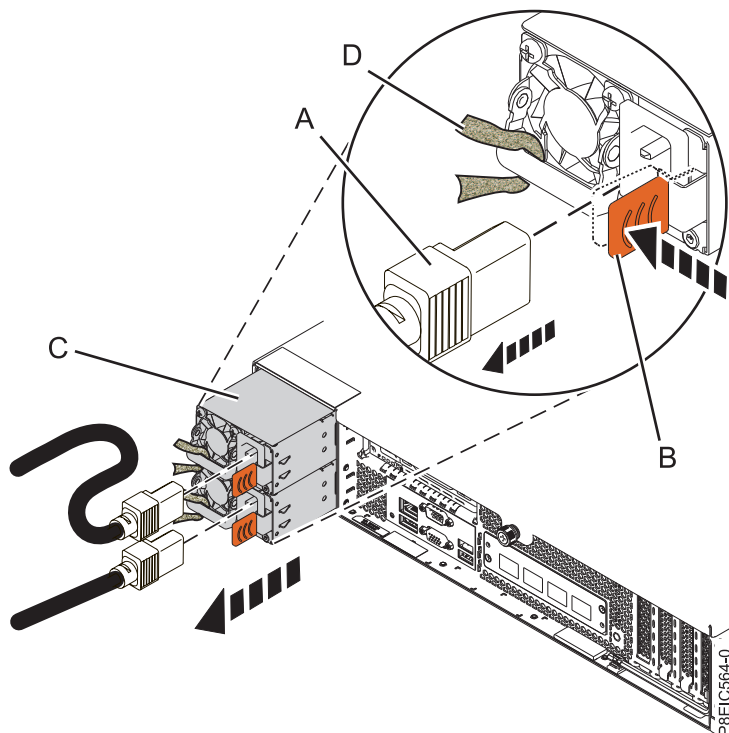

図 58. システムから電源装置を取り外す
- a. システム内の所定の位置から電源装置を取り外すには、ロッキング・タブ **(B)** を示された方向に押します。図 58を参照してください。